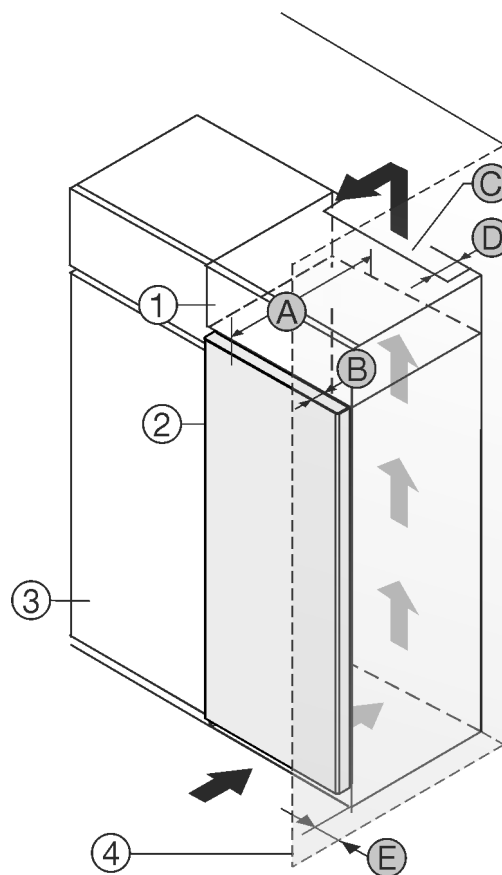

Fig. 1
- (1) Nadgradna omara *
- (2) Naprava *
- (3) Kuhinjska omara *
- (4) Stena *
- (A) Globina naprave *
- (B) Globina vrat *
- (C) Presek prezračevanja *
- (D) Odmik hrbtne strani naprave *
- (E) Odmik do strani naprave *
Aparat lahko postavite neposredno ob kuhinjsko omaro Fig. 1 (3).*
Na zadnji strani nadgradne omare mora biti zaradi prezračevanja in odzračevanja po vsej širini nadgradne omare prezračevalni jašek globine Fig. 1 (D).*
Pod stropom je treba upoštevati presek prezračevanja Fig. 1 (C).*
Če aparat postavite s tečaji ob steni Fig. 1 (4), mora razdalja med aparatom in steno znašati vsaj 13 mm.*
Če aparat postavite s tečaji ob steni Fig. 1 (4), mora razdalja med aparatom in steno znašati vsaj 20 mm.*
Da lahko vrata povsem odprete, mora aparat štrleti ven vsaj za globino vrat Fig. 1 (B) glede na sprednji del kuhinjske omare. Odvisno od globine kuhinjskih omaric Fig. 1 (3) in uporabe stenskih distančnikov lahko aparat štrli bolj ven.*